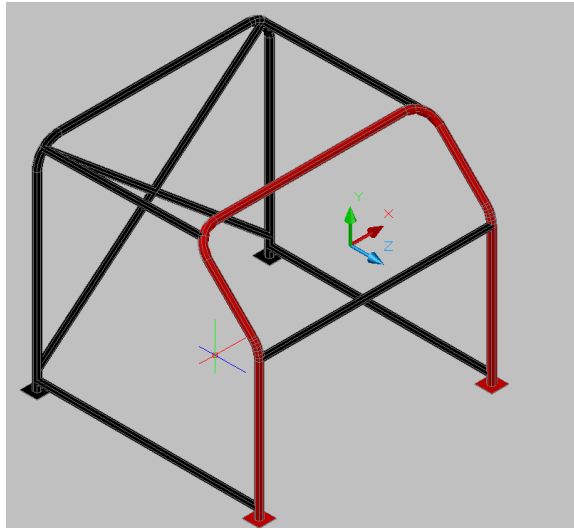

Fig. 8
1.9 Traversa spatiu portiere: ranforsare in dreptul portierelor, conform Fig. 8.